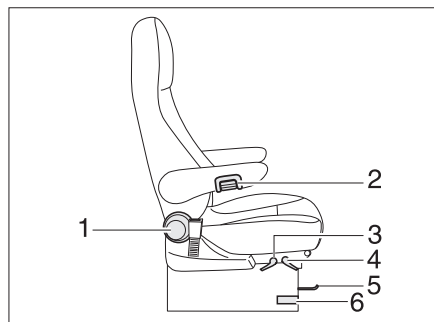

Fig. 91 Siège conducteur et siège passager
- Presser ou tirer sur le levier pour faire pivoter le siège (Fig. 91,6). Le siège est libéré du dispositif de blocage.